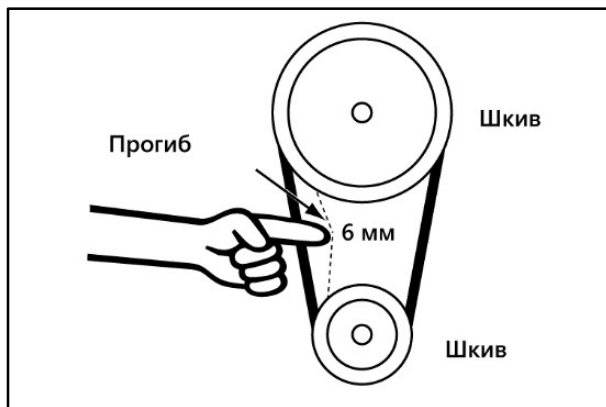

Рисунок 38.
- Опустите электродвигатель и настройте натяжение ремня так, чтобы при нажатии на ремень по середине со средним усилием, он прогибался примерно на 6 мм (рис. 38).